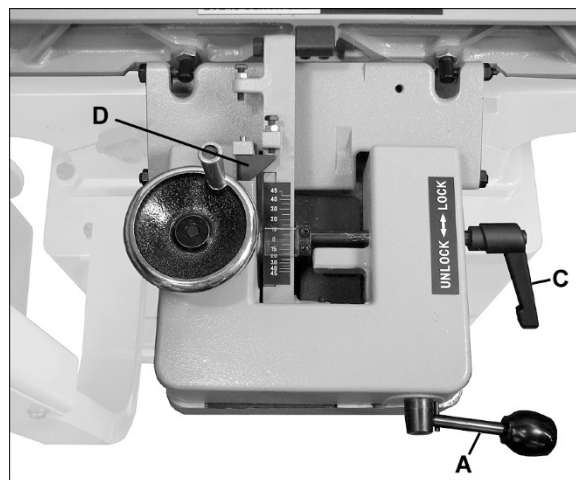
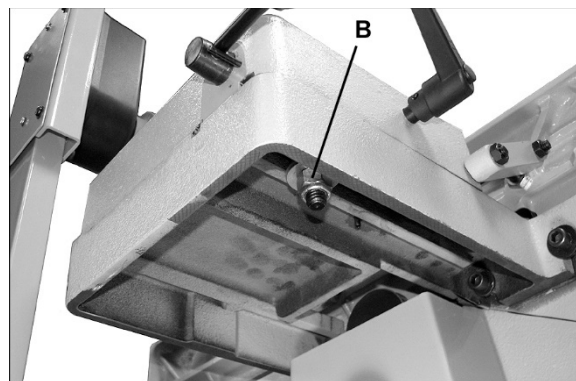

Рис. 27
Рис. 28
См. Рис. 27.
ПРИМЕЧАНИЕ: ручку фиксации (А, Рис. 27) можно установить в более удобное положение. Для этого ослабьте шестигранную гайку под литым основанием упора (В, Рис. 28), установите ручку в нужное положение и снова затяните шестигранную гайку.
1. Ослабьте запорную ручку (С, Рис. 27).
2. Выщелкните стопорный блок (D).